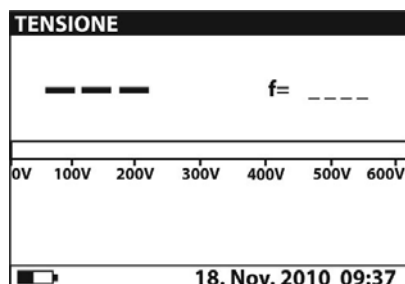

Fig. 13: Videata iniziale misura di tensione
2. Selezionare con i tasti freccia ▼ o ▲ la voce "TENSIONE" sul menu principale e confermare con il tasto **SELECT**. La videata di Fig. 13 è mostrata dallo strumento